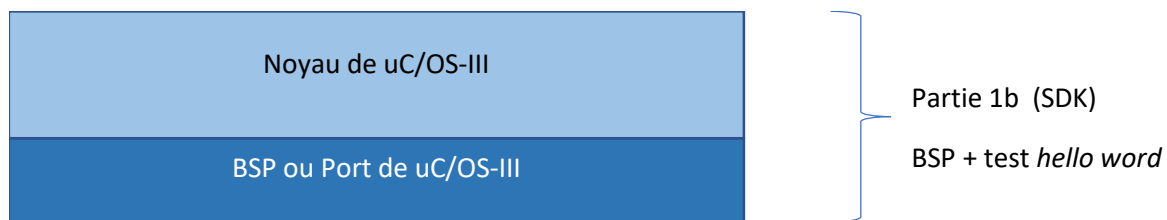
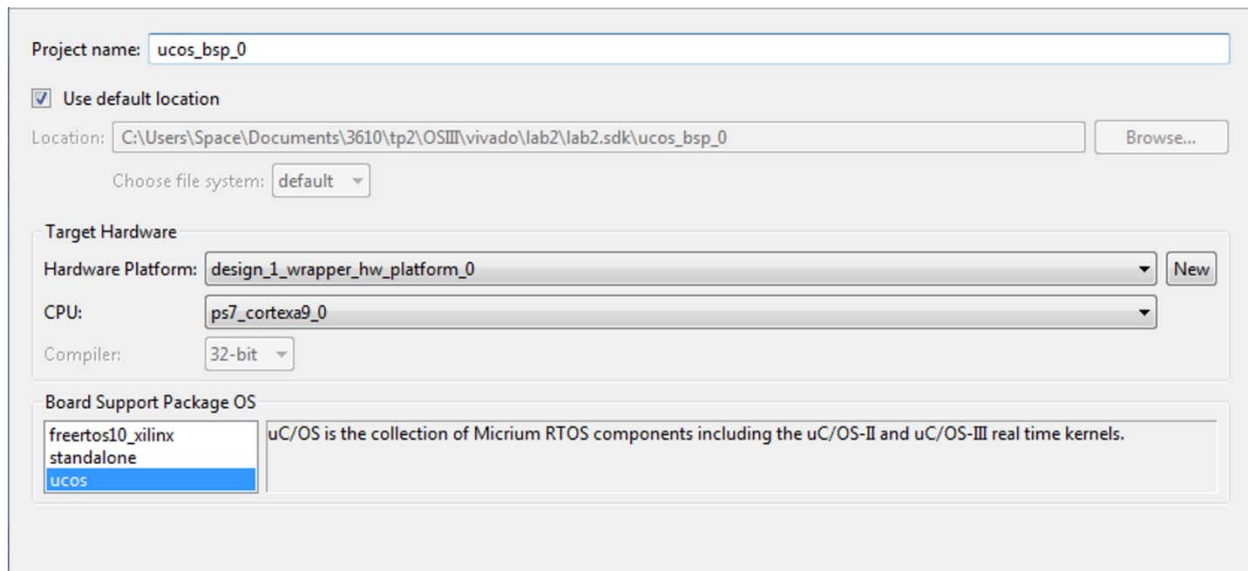

Figure 1. À concevoir dans la partie 1b
Figure 3 : création d'un BSP utilisant ucos en tant qu'OS
Dans la partie 1a, vous avez créé le matériel qui sera utilisé dans la partie 1b puis dans la partie 2. Dans cette partie 1b, vous allez apprendre comment Xilinx fait pour créer la partie logicielle qui roule sur le matériel. Dans cette deuxième partie, vous allez réaliser le bloc du milieu de la figure 3 (voir énoncé de laboratoire). Ce bloc est illustré à la figure 1 ci-bas. L'outil permettant de créer ce logiciel (embarqué) se nomme SDK (Software Development Kit). Dans un premier temps vous allez créer avec SDK le BSP (Board Support Package) qui inclura aussi le noyau de uC/OS-III (ce noyau est celui que vous avez utilisé au laboratoire no 1)¹. Afin de vérifier votre port uC/OS-III, vous ferez un premier test avec Hello Word. Le deuxième test sera la deuxième partie du lab 2. La figure 1 résume le travail à réaliser.
Étape 3 : Créer le BSP, File->new->Board Support Package. Dans un premier temps, vous remarquerez (Figure 3, page suivante) que la plate-forme matérielle conçue dans la partie 1a devrait apparaître (voir Target Hardware *design_1_wrapper_hw_platform_0*). Sélectionnez ucos comme OS, vous devriez voir alors apparaître un nom de projet dans la fenêtre *Project name* : *ucos_bsp_0*. Faites ensuite OK.